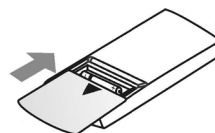

Fig. 3
- Reinserire il coperchio nel vano batterie (osservare la direzione della freccia nella fig. 3).